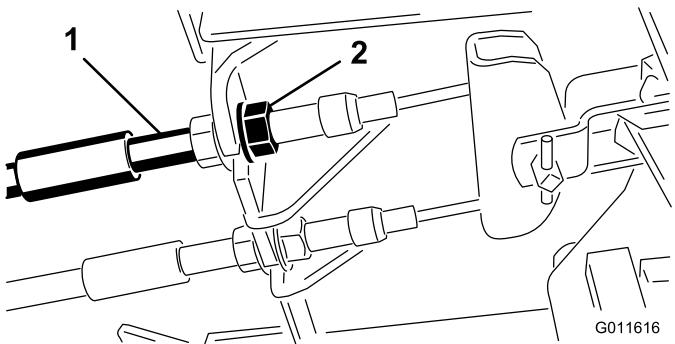

Bild 67
1. Ziehen Sie zum Reduzieren des Spiels der Bremspedale die Bremsen fester – lockern Sie dazu die vordere Mutter am Gewindeende des Bremszugs (Bild 67).